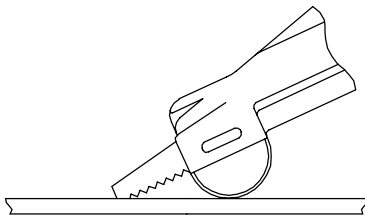

Figura 2
2. Sollevare l'impugnatura della sega, portando la punta della lama a contatto con il materiale. Consultare la figura 2.